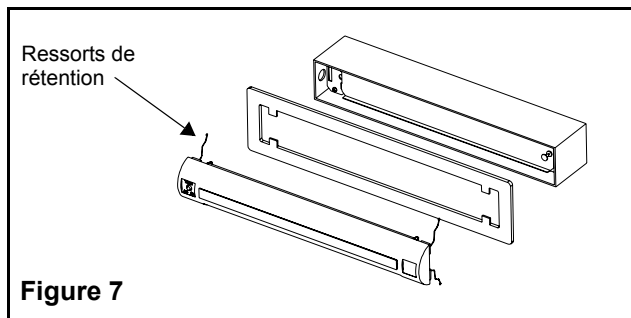

Figure 7
5. Comprimer les ressorts de rétention et mettre en place l'ensemble de la plaque de finition dans le boîtier du luminaire (voir fig. 7). Enfoncer l'ensemble de la plaque de finition dans le boîtier encastré.